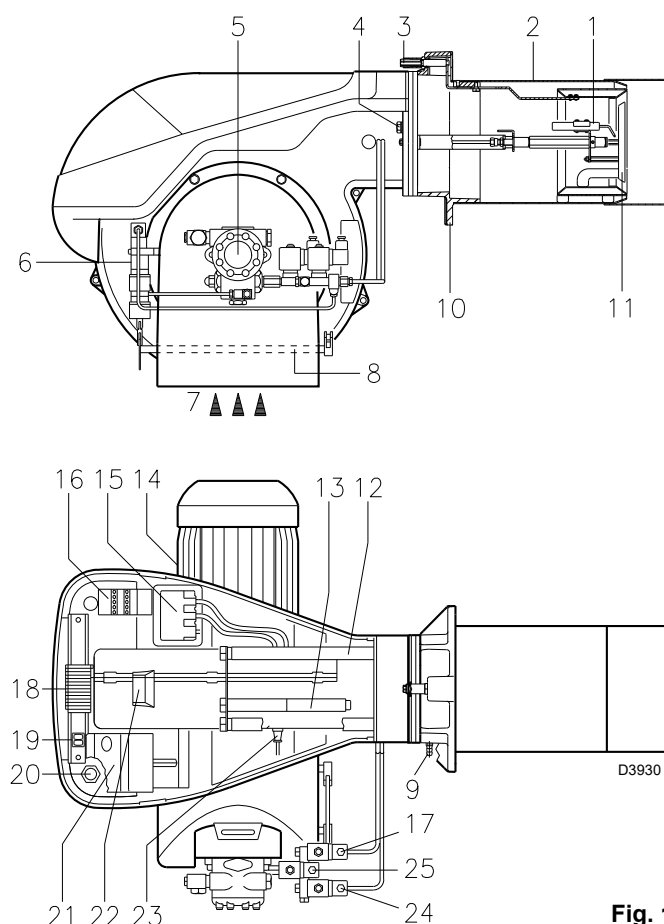

Fig. 1
Blocage coffret : l'allumage du bouton-poussoir (led rouge) du coffret de sécurité 22)(Fig. 1) signale que le brûleur s'est bloqué. Pour le débloquer appuyer sur le bouton pendant un temps compris entre 1 et 3 secondes.
Blocage moteur : pour le débloquer appuyer sur le bouton-poussoir du relais thermique 17)(Fig. 1).
- 2 - Rallonges 13)(Fig. 1) de guides 12)(Fig. 1)